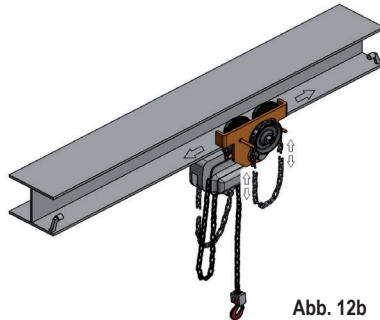

Abb. 12b
- wirken Sie beim Kettenmodell (Abb. 12B) auf die Manövriekette ein.